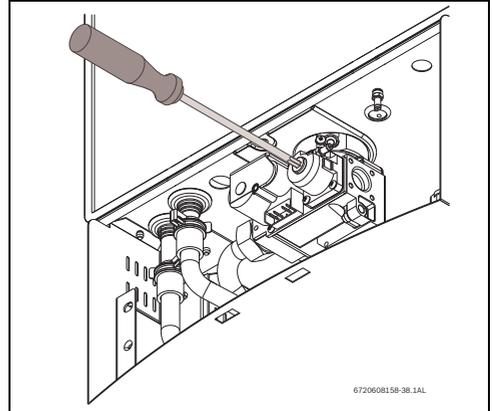

Fig. 47 Ajuste de CO₂ en modo P2
- ▶ Remover la pintura amarilla de precintado/sellado, de la tapa de protección de la parte delantera de la válvula de gas y removerla con una llave Torx nº 40, Fig.47.
- ▶ Colocar la tapa de protección de la parte delantera de la válvula de gas, Fig.47.